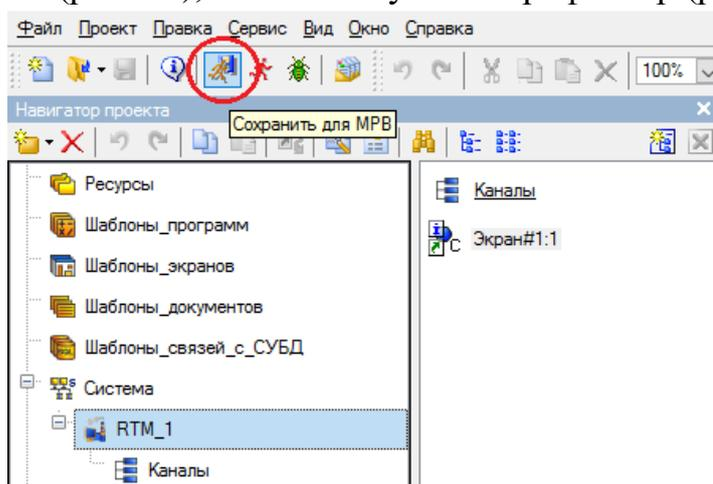
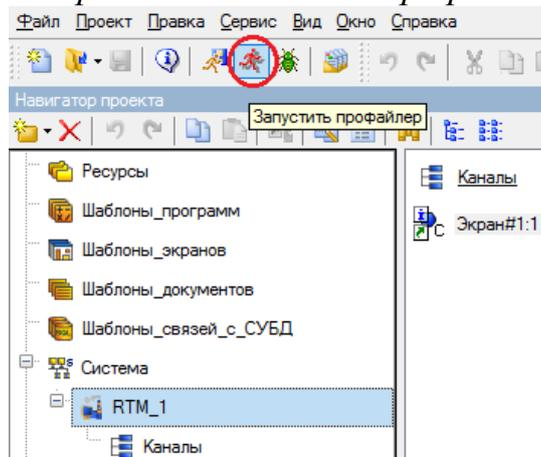

Рис. 99. Сохранение для монитора реального времени
Рис. 100. Запуск профайлера TRACE MODE
7. *Запустите профайлер среды SCADA TRACE MODE в режиме реального времени. Для этого сначала сохраните проект для монитора реального времени (рис. 99), а затем запустите профайлер (рис. 100).*